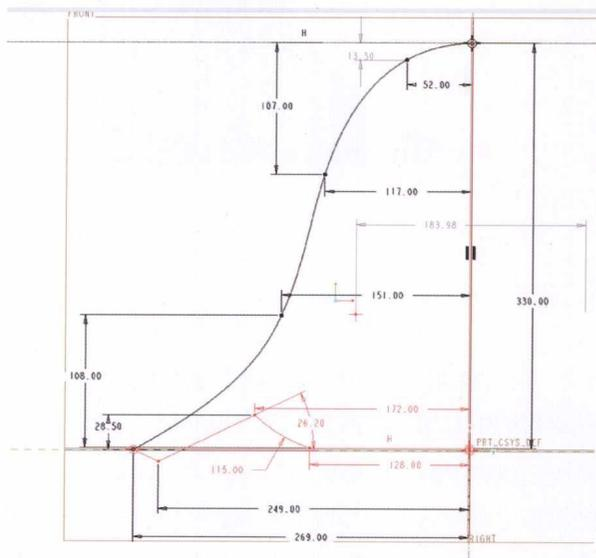

图1-11
(5) 选择直线工具和圆弧工具组合, 补充绘制底部的形态, 并将底部右侧直线端点和曲线顶端的端点以一条垂直线连接封闭这个草绘(见图1-11红色线部分)。使用直线工具中的“中心线”, 在最后纵向绘制的垂直线处, 重合绘制一个垂直的几何中心线作为旋转工具的中心旋转轴。至此便完成了音箱主体形态的草绘。